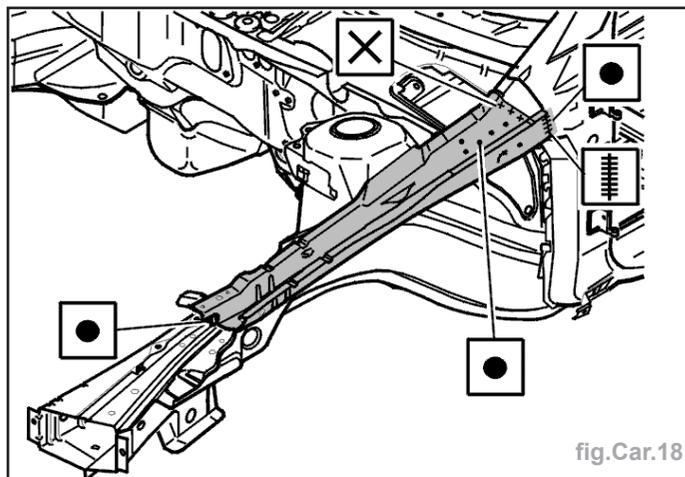

fig.Car.18
- Souder pour mettre en place (fig.Car.18).